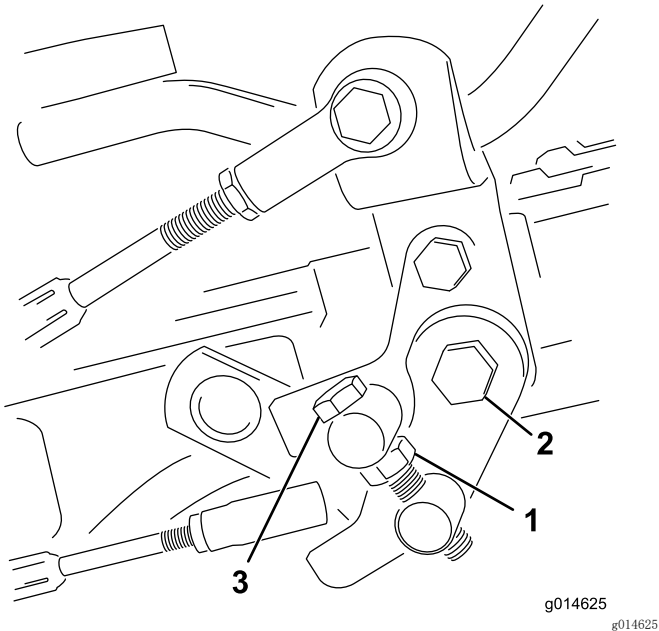

图36
1. 松开枢轴螺栓上的锁紧螺母（图36）。
4. 上紧枢轴螺栓上的锁紧螺母和踏板枢轴上的螺母，锁定调整（图36）。检查调整情况，并按需要调整。